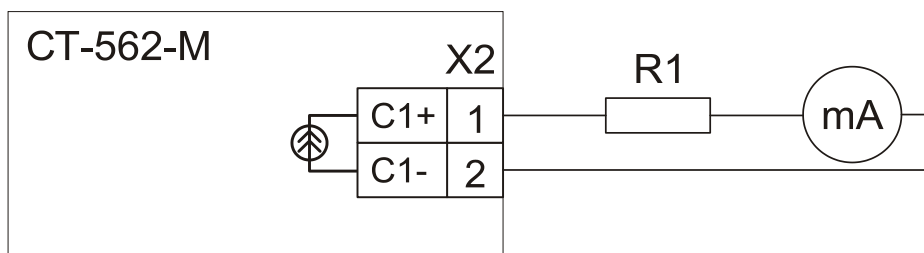

Рис. 4
- собрать схему, приведенную на Рис. 4, где R1 C2-33Н-0,5-15 Ом;